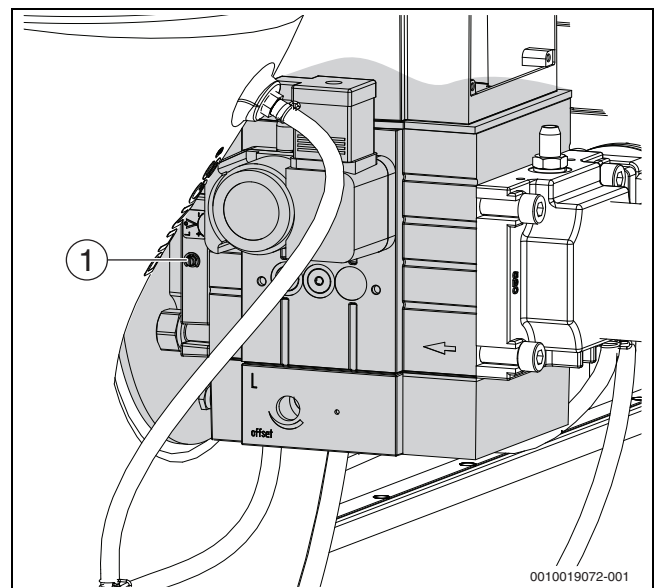

Bild 24 CO₂-Einstellung bei Volllast durchführen
- ▶ Bei CO₂-Werten unter 8,5 % oder über 9,6 % die Einstellung an der Großlast-Einstellschraube auf 9,1 % korrigieren (→ Bild 24).